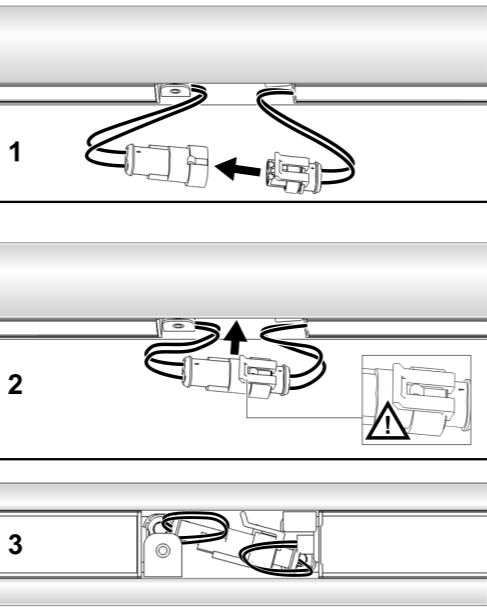

Bild 6: Lichteinsätze verketten
- Lichteinsätze untereinander verketten (Bild 6). Maximale Kettenlänge von 6 Metern beachten!